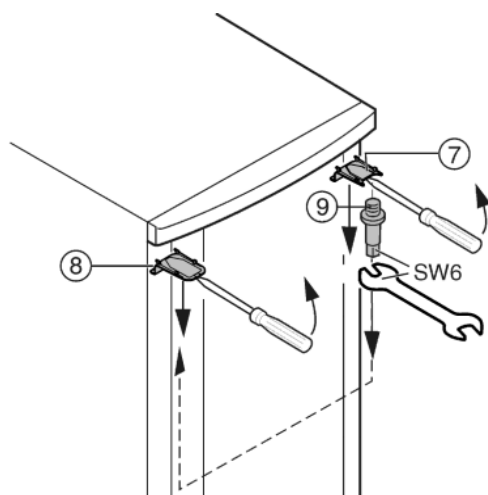

Fig. 6
- ▶ Z ustreznim izvijačem iztaknite zgornji pokrov Fig. 6 (7) in pokrov Fig. 6 (8), ter ju odstranite poševno navzdol.
- ▶ Odvijte ležajni sornik Fig. 6 (9) in ga privijte na nasprotni strani aparata (s 4 Nm).
- ▶ Pokrov Fig. 6 (7) montirajte na stran z ležajnim sornikom: namestite ga na zadnji strani in nato zaskočite na sprednji strani.
- ▶ Pokrov Fig. 6 (8) montirajte na nasprotno stran: namestite ga na zadnji strani in nato zaskočite na sprednji strani.
- ▶ Vrata zgoraj obesite na ležajni sornik Fig. 6 (9).